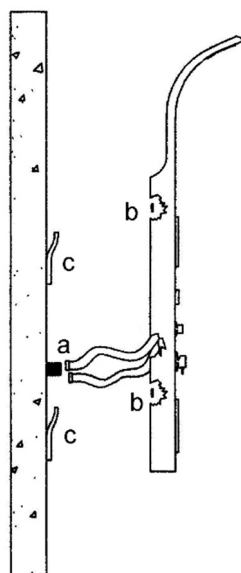

figura 4
- 5) Collegate i raccordi flessibili dell'acqua calda (rosso) e dell'acqua fredda (blu) alle rispettive uscite dell'acqua a muro (*figura 4, a*).
- 6) Posizionate la colonna doccia a muro (*figura 4*), innestando gli attacchi (*b*) sui supporti murali (*c*).